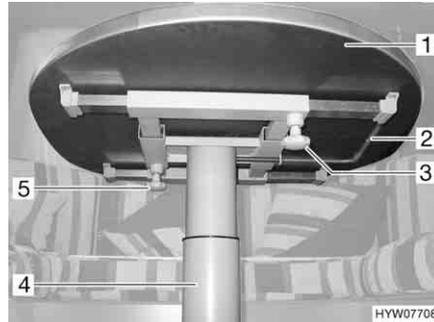

Fig. 80 Mesa elevadora
- Soltar el tornillo moleteado (Fig. 80,5).
- Desplazar a la posición deseada el tablero de la mesa (Fig. 80,1).
- Soltar el tornillo moleteado (Fig. 80,3).
- Girar la palanca (Fig. 80,2) debajo del tablero de mesa (Fig. 80,1) 180° hacia la izquierda. El mecanismo de elevación en la pata de mesa (Fig. 80,4) se desbloquea.
- Girar la palanca (Fig. 80,2) debajo del tablero de mesa (Fig. 80,1) 180° hacia la izquierda. El tablero de la mesa se desplaza automáticamente hacia arriba hasta el tope final.